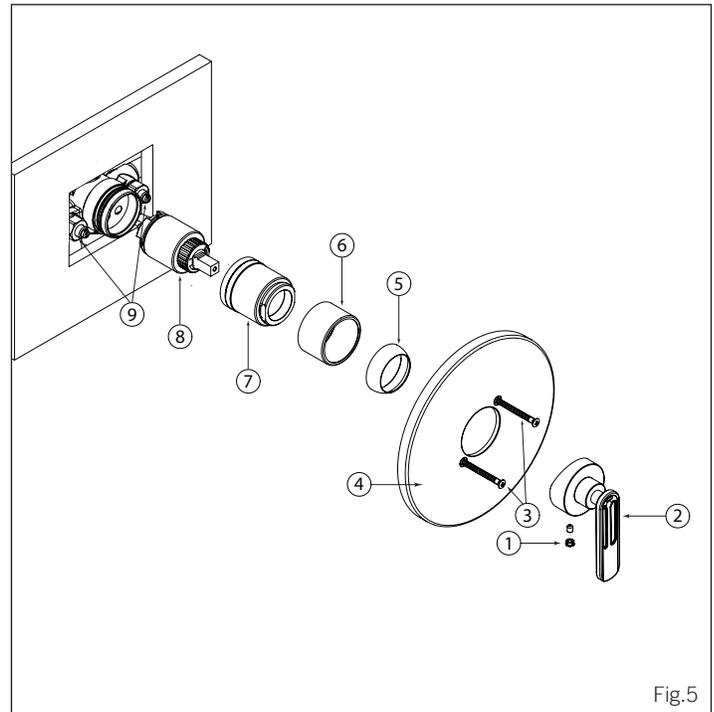

Fig.5
Remove all the components from (1) to (6). (See Fig.5). Afterwards, shut off the 2 check valves (9) by turning them clockwise with a screwdriver. Unscrew the cartridge holder (7) and remove the cartridge (8).
Démonter toutes les composantes de (1) à (6) (Voir Fig.5). Ensuite, fermer les deux valves d'arrêt (9) en les tournant dans le sens horaire avec un tournevis. Dévisser le manchon de valve (7) et enlever la cartouche (8).